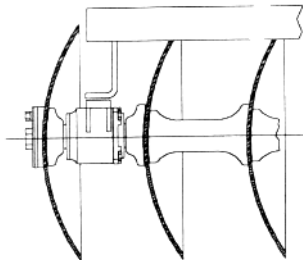

Figura 6
- 09 - Levante a armação (dianteira ou traseira) e coloque o conjunto dos discos em linha. Observar a disposição dos mesmos na figura 3. Faça coincidir a furação das sapatas com as dos mancais, efetue a montagem através dos parafusos (1). Observe que o suporte de fixação (sapata) deve ficar virado para a concavidade do disco, observe a figura 6.